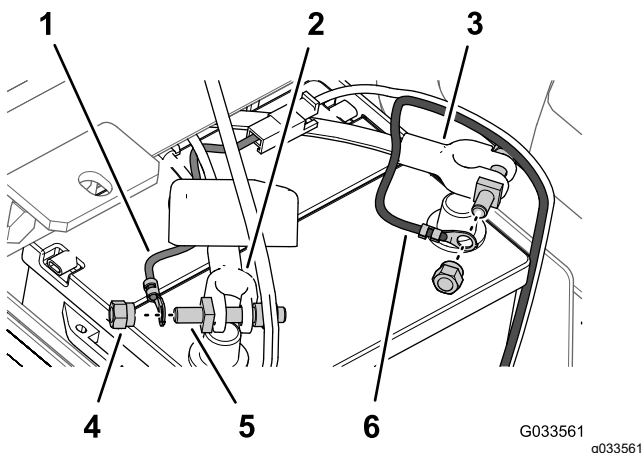

Bild 31
6. Befestigen Sie den Kabelschuh des durch die Schmelzsicherung geschützten Verbindungsteils (Kabelbaum des Sprühfahrzeugs) am Stift der Polschraube, die Sie mit einer Klemmmutter am Pluskabel der Batterie befestigt haben (Bild 31).
7. Befestigen Sie den Kabelschuh des Minuskabels (schwarz, Kabelbaum des Sprühfahrzeugs) am Stift der Polschraube, die Sie mit einer Klemmmutter am Minuskabel der Batterie befestigt haben (Bild 31).